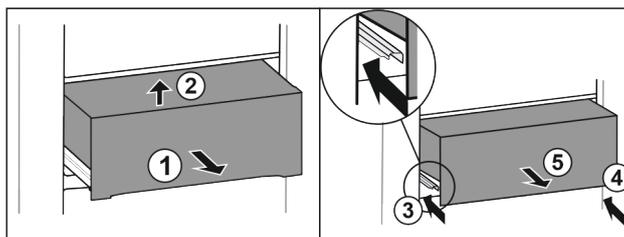

Fig. 32
- ▶ Estrarre il cassetto a metà Fig. 32 (1).
- ▶ Sollevare dal lato anteriore Fig. 32 (2).
- ▶ Inserire la guida a sinistra Fig. 32 (3).
- ▶ Inserire la guida a destra Fig. 32 (4).
- ▶ Rimuove il cassetto tirandolo in avanti Fig. 32 (5).